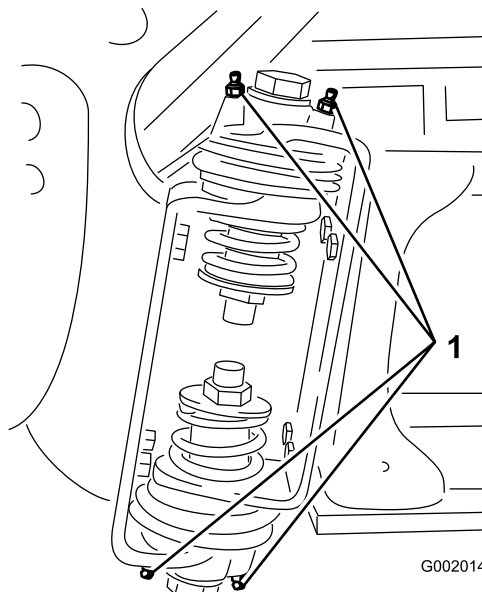

Figura 35
2. Pompate del grasso nel raccordo di ogni cuscinetto o boccola Figura 35.